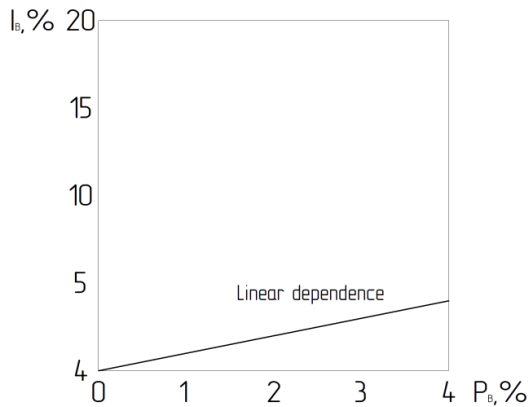

Figure 6 - LIN graph
«LIN UP» - Linearly increasing (item 1.2.9, figure 6);
«LIN dN» - Linear decreasing (item 1.2.9, figure 6);